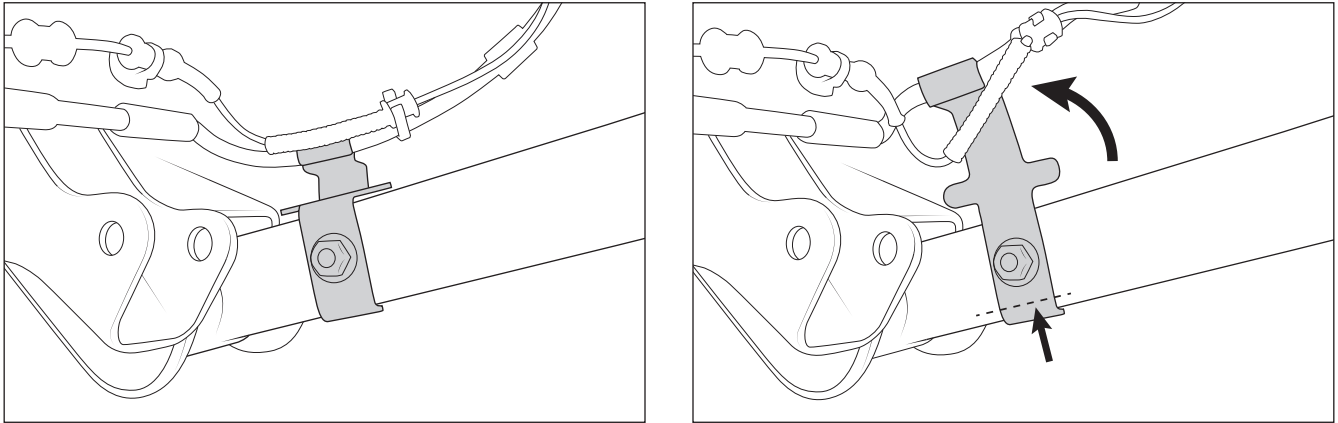

Abbildung 15
7. Biege die Bremsleitungshalterungen an den unteren Länglenkern flach nach oben, um eine zusätzliche Bewegungsfreiheit herzustellen. (Abb. 15).